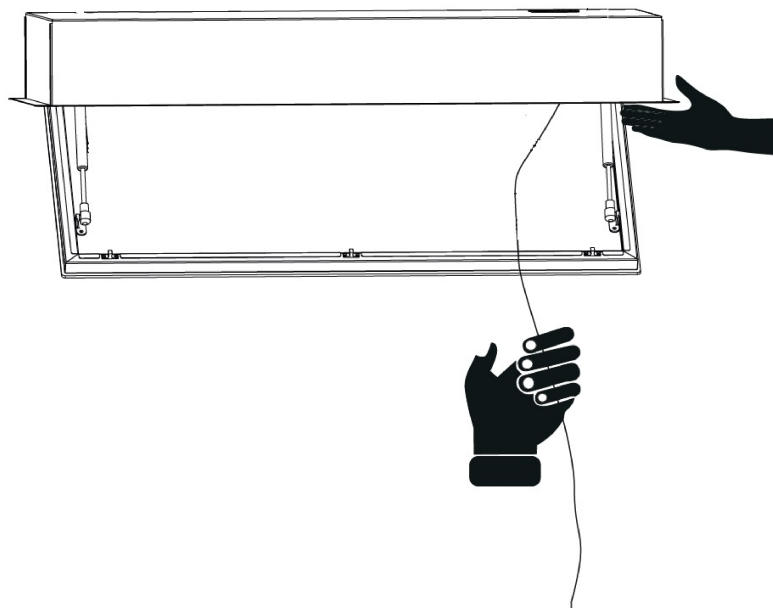

Fig. 22
- 7.** ➔ For at hæve emhætten ved brug af stålwirer; løft emhætten med en hånd på den korte side og træk nu i stålwirerne en efter en. Gør nu dette på skift på emhættens korte sider. For hver gang der trækkes i stålwirerne, låser sikkerhedslåsen stålwiren fast (Fig. 22).